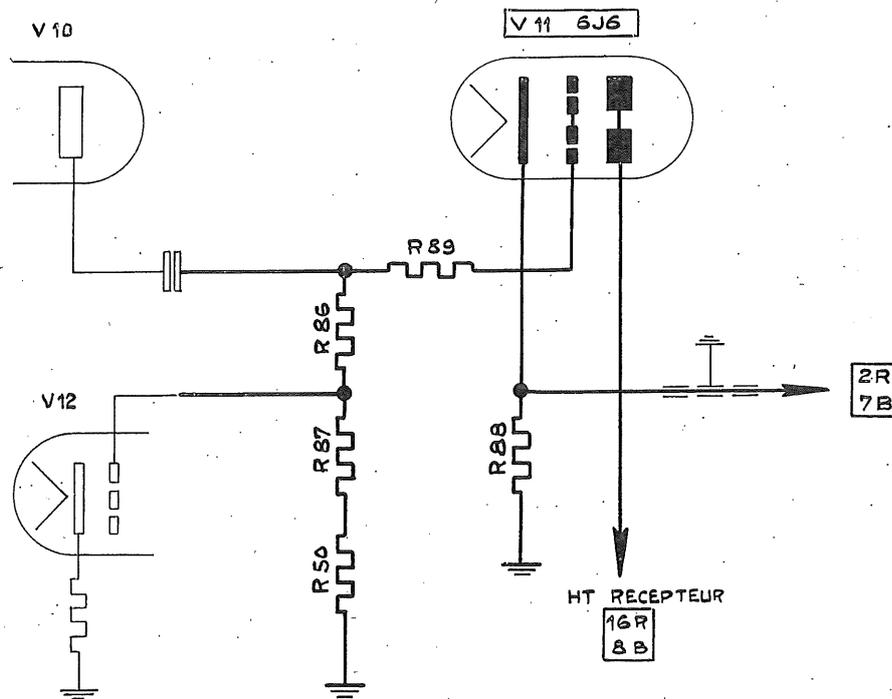

Fig. 12 - *Aide à la navigation*
g) *Amplificateur pour Aide à la navigation* (fig. 12).